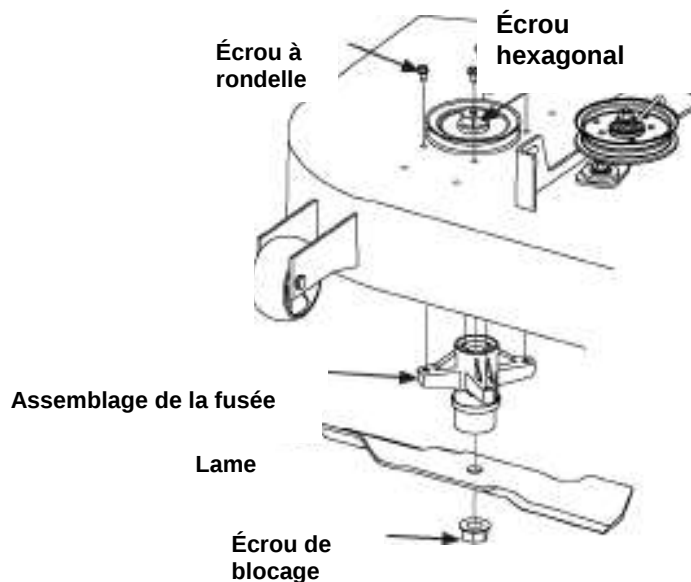

Figure 7-7
6. À l'aide d'une clé à douille à poignée articulée ou une clé à douille, retirez quatre écrous hexagonaux, les quatre vis à tête à six pans. Retirez l'assemblage de la fusée. Consultez la Figure 7-7. Inversez le processus pour installer l'assemblage de la fusée.